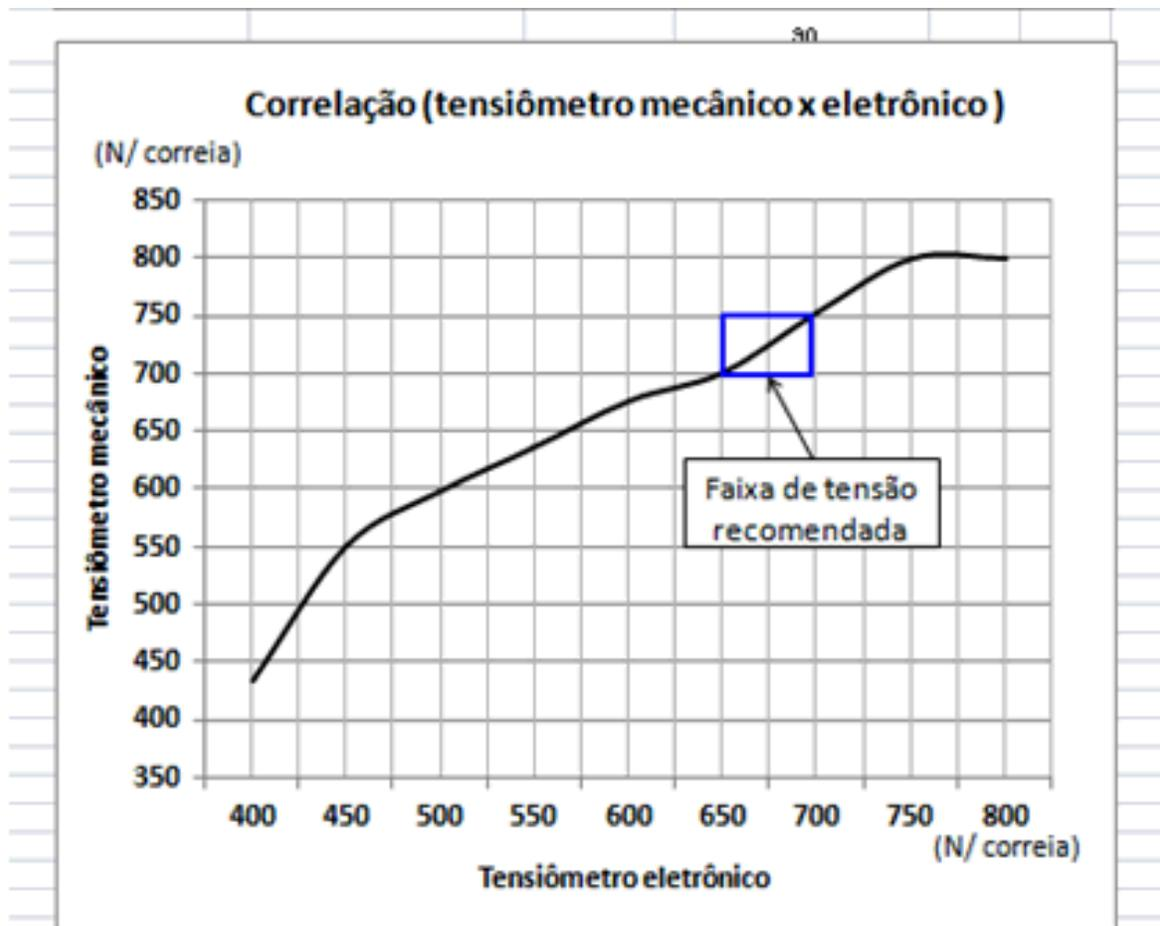

Fig 4
4. Caso seja utilizado o tensor mecânico para o tensionamento das correias é **MANDATÓRIO** considerar a tabela de correlação de tensão, conforme fig 4.